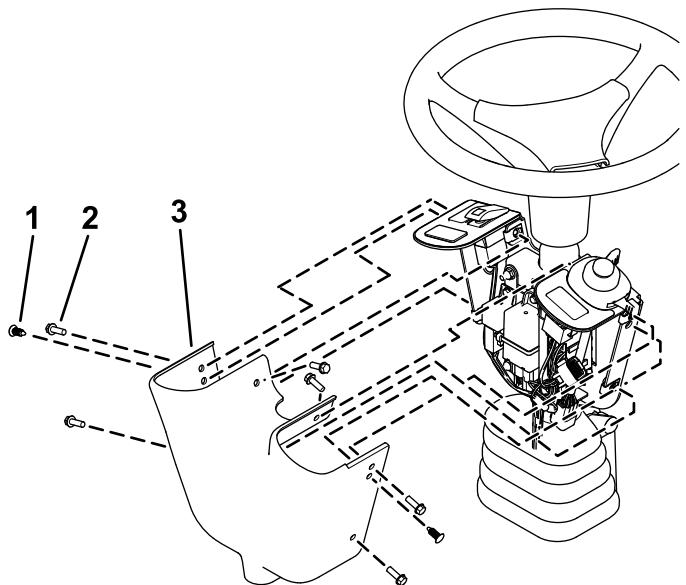

Figura 13
- 16. Instale a cobertura de controlo na montagem do interruptor utilizando dois rebites de pressão e seis parafusos de cabeça sextavada ($\frac{1}{4} \times \frac{3}{4}$ pol.) como se mostra na Figura 13.